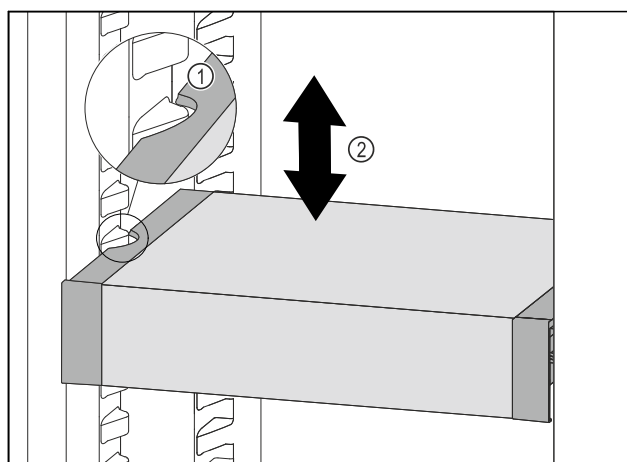

Fig. 118
- VarioSafe w chłodziarce przesunąć w górę lub w dół, aż zostanie osiągnięta żądana wysokość. Fig. 118 (2)